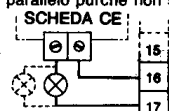

Fig. 2
2.C) Collegare la morsetteria a due posti presente su questa scheda o le lampade a 220 V. (Fig. 2)